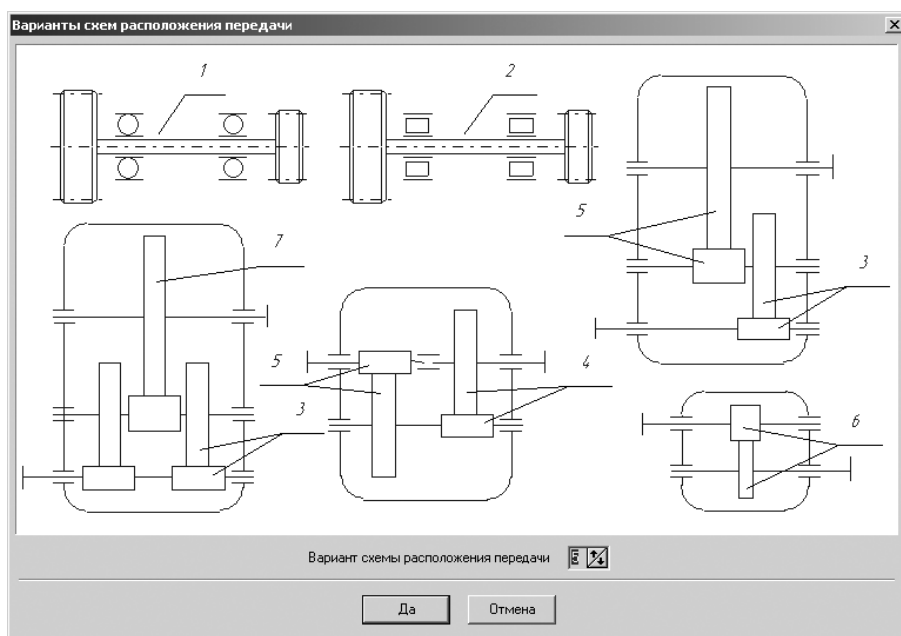

Рис. 5.14. Диалоговое окно **Варианты схем расположения передачи**
- щелкните в строке **1. Вариант схем расположения передачи** по кнопке, расположенной правее поля ввода, по кнопке  **Ввод данных**. Появится диалоговое окно **Варианты схем расположения передачи**, см. рис. 5.14;